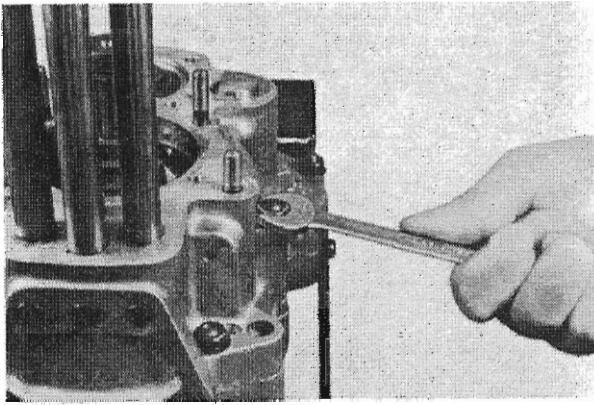

Abb. 9
7. Muttern (116) am Gehäusedeckel (119) lösen (Abb. 9).